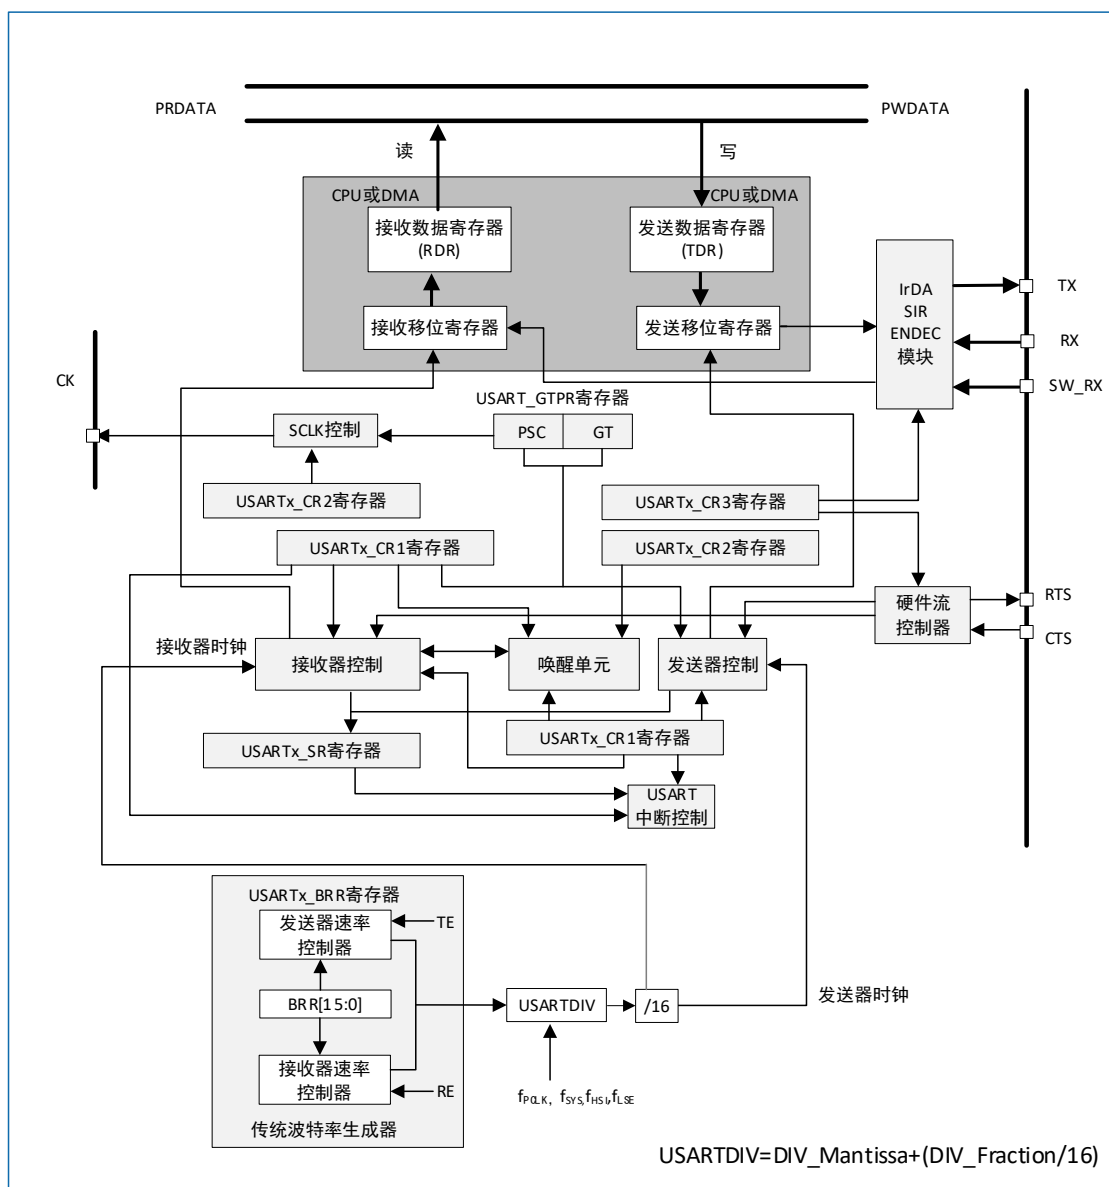

图 22-1 USART 框图
接口通过三个引脚与其他设备连接在一起（详见图 22-1）。任何 USART 双向通信至少需要两个管脚：接收数据输入 (RX) 和发送数据输出 (TX)：
在 USART 发送期间, 在 TX 引脚上首先移出数据的最低有效位。在此模式里, USARTx_DR 寄存器包含了一个内部总线和发送移位寄存器之间的缓冲器 (详见图 22-1)。